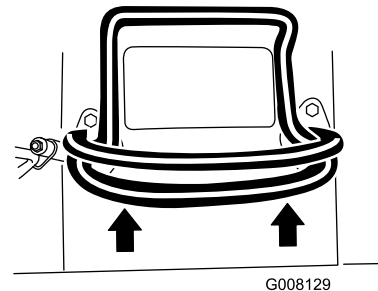

Figura 9
- Para avançar, empurre o controlo de tração para a frente (Figura 9).